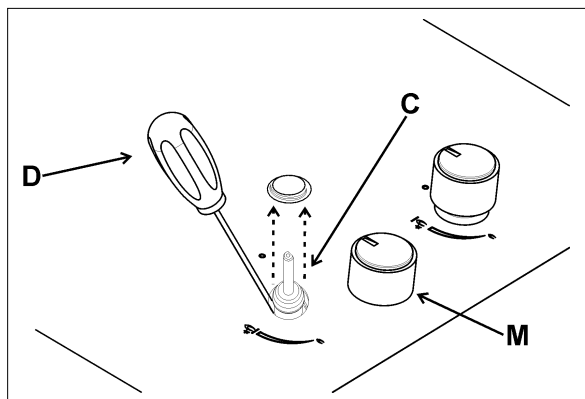
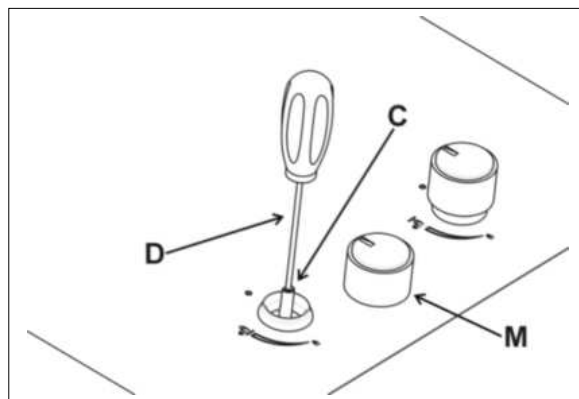

РИС. 13
РИС. 14
- Снимите ручку «М» (рис. 13 и 14) крана, которая просто надвинута на шток и ничем не закреплена. Байпасный регулятор минимального расхода может находиться рядом с краном (рис. 13) или внутри вала. В любом случае, для регулировки расхода следует вставить маленькую отвертку «D» в щель рядом с краном (рис. 13) или в отверстие «С» внутри вала крана (рис. 14). Установите дроссельным винтом расход газа, соответствующий положению малого пламени.